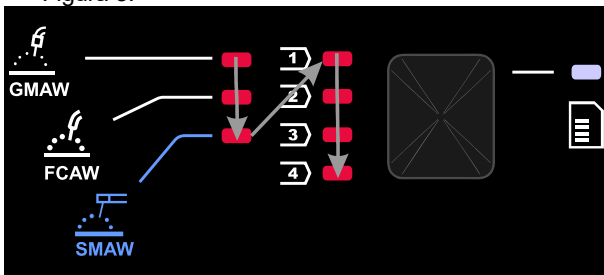

Figura 8
- De nuevo, pulsando el botón izquierdo [40], el indicador de programas de soldadura (41 o 42) pasará al siguiente programa en la secuencia mostrada en la Figura 8.